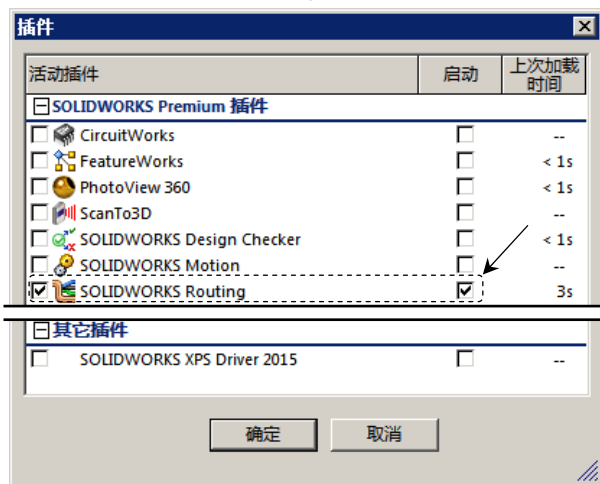

图 11.2.1 “插件”对话框
Step1. 选择命令。选择下拉菜单  **工具(T)** →  **插件(I)...** 命令，系统弹出图 11.2.1 所示
Step2. 在“插件”对话框中选中 ☒ SolidWorks Routing ☒ 复选框, 如图 11.2.1 所示。